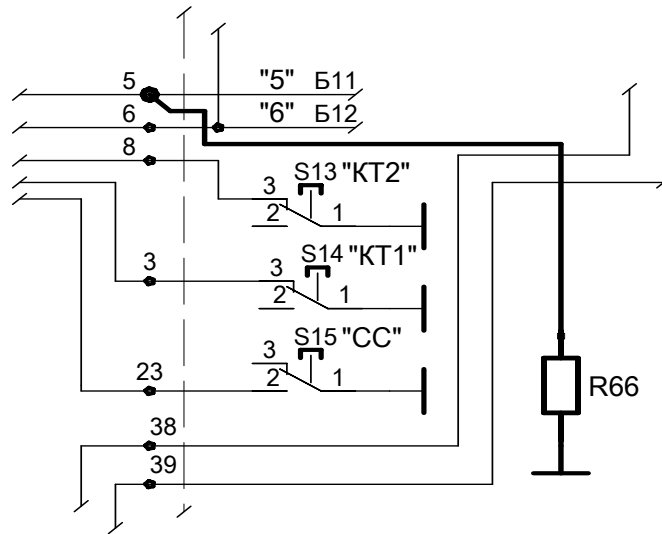

Рисунок 3.1
3.1.1. В электрической схеме А174.468347.002 Э3 внести изменения (измененные электрические цепи показаны жирными линиями см. рис. 3.1).